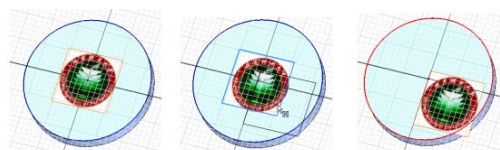
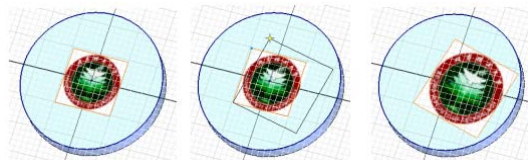

图 2-28 拖动图像以改变位置
图 2-29 旋转图像
(1) 单击【草图】标签栏上的【插入】面板上【插入图像】工具按钮,则会打开【打开】对话框,浏览到图像文件所在的文件夹,选定一个图像文件后,单击【打开】按钮。
(2) 此时,在草图区域内,光标附着到图像的左上角,在图形窗口中单击以放置该图像,然后单击右键并单击【取消】按钮,即可完成图像的创建。
(3) 根据需要,用户可调整图像的位置和方向,方法是单击该图像,然后拖动该图像,使其沿水平或垂直方向移动,如图 2-28 所示;或单击角点,旋转和缩放该图像,如图 2-29 所示;可单击一条边重新调整图像的大小,图像将保持其原始的宽高比,如图 2-30 所示;单击图像边框上的某条边或某个角,然后使用约束和尺寸工具对图像边框进行精确定位。图 2-31 所示为在一个零件的表面放置的图像。